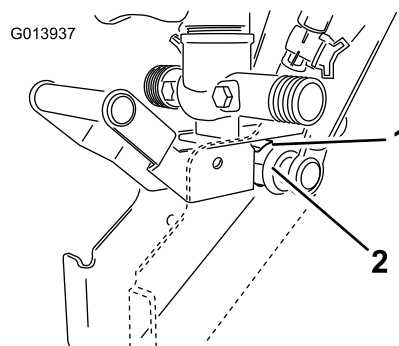

Figura 19
- D. Spingete finché il morsetto non si chiuderà a scatto sull'alloggiamento del perno come illustrato nella Figura 19.